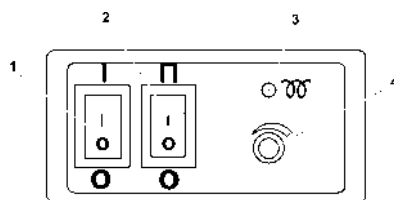

Рис. 3.27. Пульт управления предпусковым отопителем-подогревателем:
На рабочем месте водителя расположен пульт управления рис. 3.27.
2. Для повторного включения подогревателя после его автоматической остановки переключатель 1 рис. 3.27 необходимо перевести в положение "O" и не ранее, чем через 5-10 секунд в положение "I".